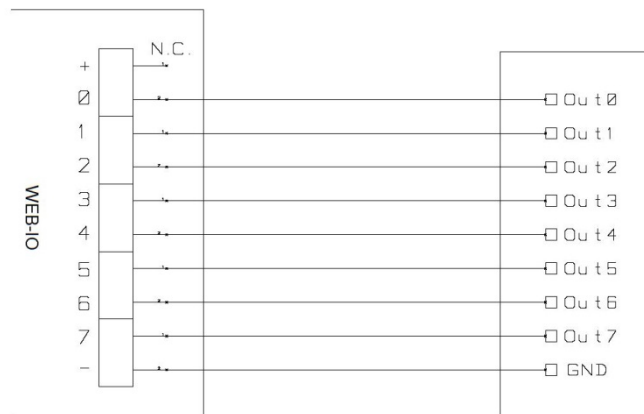

Figura 5b: schema implementazione ingressi.
-Figura 5b: nel caso in cui gli ingressi siano controllati direttamente da una tensione.